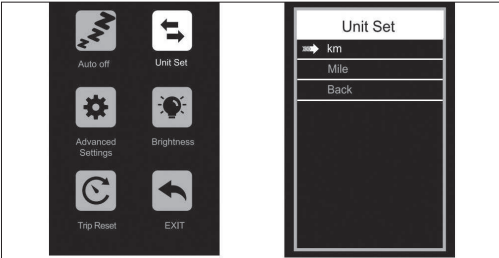

Figure 4-2
**Ensemble d'unités :** Si vous entrez dans ce réglage, vous pouvez ajuster l'unité, comme indiqué dans la (Figure 4-2).